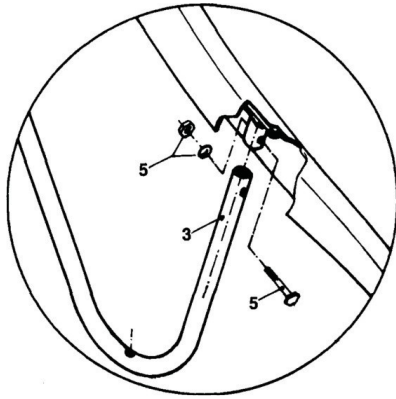
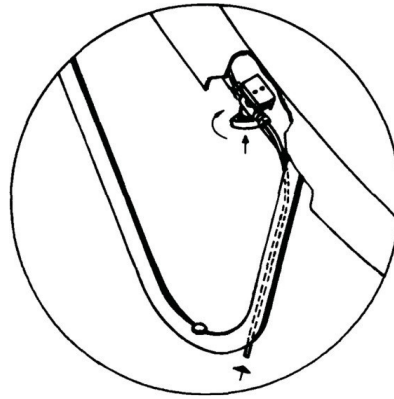

Fig.3
Fig.4
- C. Introduzir os corrimãos (2-3) nos orifícios correspondentes, fixando-os com os parafusos M8, porcas e anilhas (5). Fig. 3
- D. Montar os degraus (6), (6a), (6b) com os parafusos M8, porcas e anilhas (7), (7a), (7b).
- E. Colocar o escorrega na sua posição definitiva. Marcar os buracos da fixação no solo retirar o escorrega e efetuar a escavação para a fixação das ancoras (8). Finalment colocar os discos (11) debaixo dos corrimãos (2) e fixar o escorrega com os parafusos (9) e (10).
- F. Ligar a entrada de Válvula 1/8" a uma tomada de água. Fig. 4.
- I. Slot rails (2, 3) into their corresponding holes by means of screws (M8), nuts and washers (5). Fig. 3.
- K. Place slide in its eventual position. Note where holes will have to be drilled into the ground, remove slide and drill where necessary to embed the studs (8). Finally, place the discs (11) below the rails (2) and fix the slide with screws (9, 10).
- L. Connect the 1/8" valve to a water source. Fig. 4.
- C. Introduire les mains courantes (2-3) dans leurs emplacements respectifs, en vissant les écrous M8, écrous et rondelles (5). Fig. 3.
- E. Placer le toboggan sur l'emplacement définitif. Marquer les trous de fixation sur le sol. Retirer le toboggan et effectuer les percements pour les chevilles (8). Mettre les joints plats (11) sous les platines et fixer le toboggan à l'aide des visseries 9 et 10.
- F. Raccorder la vanne e 1/8" à une prise d'eau. Fig. 4.
- C. Introducir las barandillas (2-3) en los alojamientos correspondientes, fijándolas con los tornillos M8, tuercas y arandelas (5). Fig. 3.
- D. Montar los peldaños (6), (6a), (6b) mediante los tornillos M8, tuercas y arandelas (7), (7a), (7b).
- E. Colocar el tobogán en su emplazamiento definitivo. Marcar los taladros de fijación en el suelo; retirar el tobogán y efectuar los taladros para el anclaje de los tacos (8). Finalmente colocar los discos (11) debajo las barandillas (2) y fijar el tobogán mediante los tornillos autoroscados (9) y (10).
- C. Collocare i corrimano (2-3) nei propri alloggiamenti, fissandoli con i bulloni M8, dado e rondella (5). Fig. 3.
- D. Montare i gradini (6), (6a), (6b) mediante i bulloni M8, dado e rondella (7), (7a), (7b).
- E. Collocare el toboga al suo posto definitivo, segnare al suolo con il trapano i punti di fissaggio, tirare via il toboga e fare i fori per l'ancoraggio delle base (8) alla fine collocare i dischi (1) sotto i corrimano (2) e fissare il toboga mediante i bulloni autofilettanti (9) e (10).
- F. Congiungere l'entrata della valvola da 1/8" a una presa d'acqua. Fig. 4.
- C. Handlauf/Stütze (2-3) an den entsprechenden Stellen einfügen und mit den Schrauben M8, Muttern und Beilagscheiben (5) befestigen. Fig. 3.
- D. Stufen (6), (6a), (6b) mit den Schrauben M8, Muttern und Beilagscheiben (7), (7a), (7b) befestigen.
- E. Rutsche an der gewünschten Stelle aufstellen. Befestigungslöcher am Boden markieren; Rutsche wegziehen und Löcher für die Verankerung der Dübel (8) bohren. Scheiben (11) unter den Handlauf (2) legen und Rutsche mit den selbstschraubenden Schrauben (9) und (10) befestigen.
- F. Einlaufseite des Ventils 1/8" mit Wasseranschluss verbinden. Fig. 4